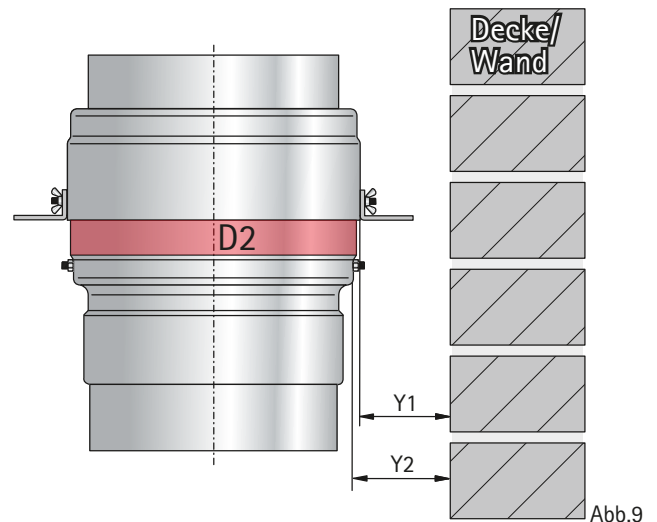

Abb.9
- Abstand zu tragenden Bauteilen  $\geq 20$  mm zu Maß D2 (Abb.9, Seite 7; rote Abstandsfläche)